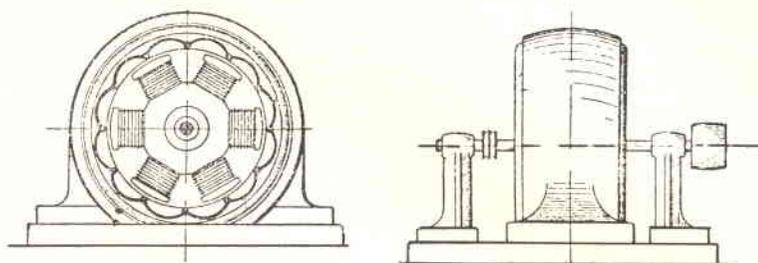

Fig. 5 - Schema di normale alternatore visto frontalmente e di fianco.
**Fig. 5 - Esempio di sovrapposizione ottenuto stampando contemporaneamente 3 negativi sfruttando gli spazi bianchi del primo per lasciare trasparire i successivi. La modella è la stessa e compare tre volte.**